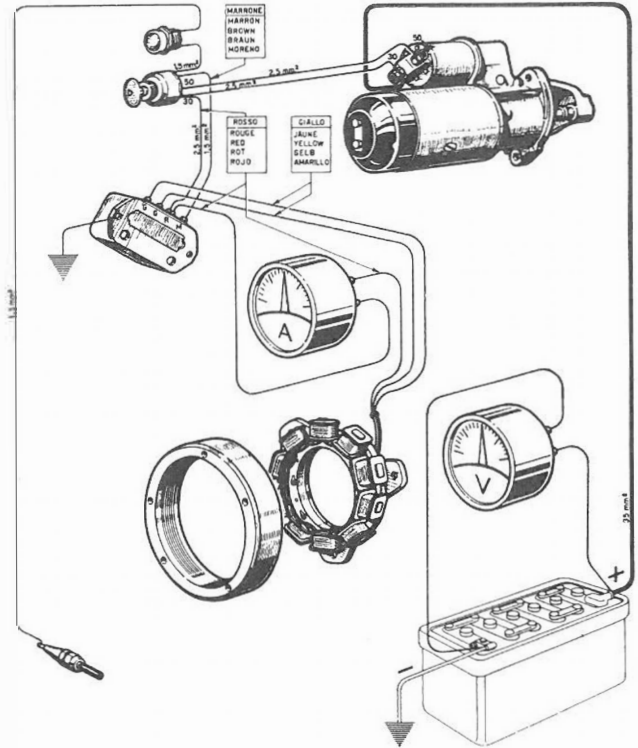

Fig. 58
2. Insert in circuit a 20 Amp. d.c. ammeter between red cable of alternator and corresponding terminal connector on regulator (Fig.58).
- Insérer un ampèremètre de 20 A à courant continu entre le fil rouge de l'alternateur et la borne correspondante du régulateur (fig.58).